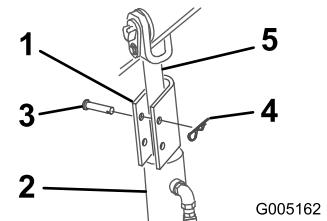

Рисунок 20
- Опустите замок гидроцилиндра на шток каждого гидроцилиндра подъемного устройства (Рисунок 20).
- Закрепите каждый замок гидроцилиндра при помощи шплинтуемого штифта и шплинта (Рисунок 20).